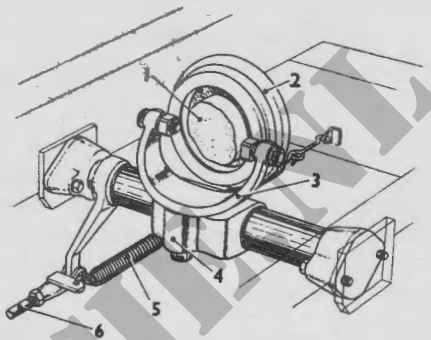

Fig. 36. Koppelingsmechanisme (nieuw type)
Als het koppelingspedaal ingedrukt wordt, wordt deze beweging overgebracht naar de koppelingsvorkas (fig 36), waarop de koppelingsvork gemonteerd is.
**234. Het koppelingsmechanisme (fig 36)**